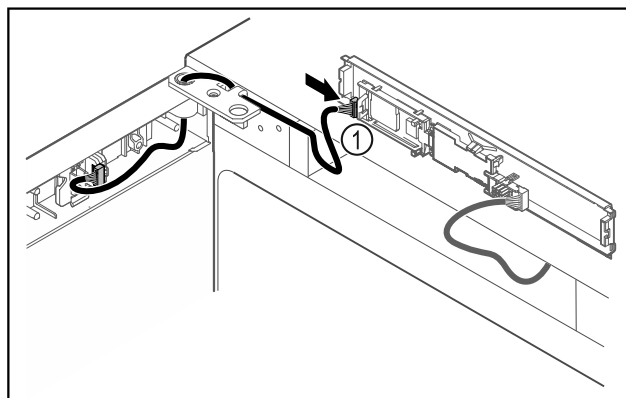

Fig. 48
- ▶ Wtyczkę Fig. 48 (1) należy podłączyć do płytki drukowanej.